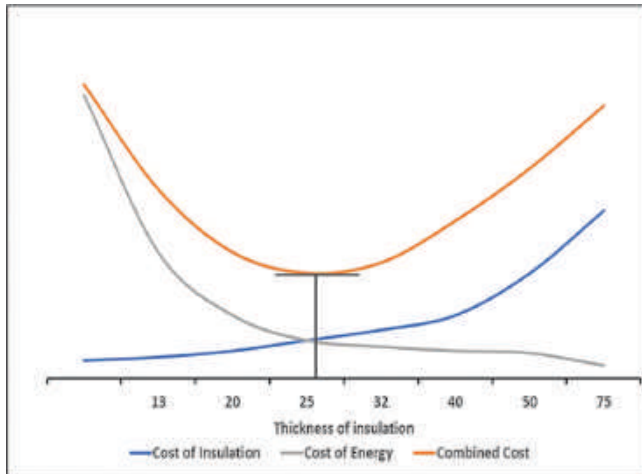

Figura 3.
(1) Método gráfico: después de recopilar todos los datos, incluida la inversión inicial, el costo de aislamiento, operación y mantenimiento, el costo de energía / combustible, se organizará un gráfico como se muestra en la figura 3.
El siguiente gráfico (figura 3) se ha realizado utilizando Aero-calc para determinar la pérdida/ganancia de calor basándose en el ejemplo anterior. Teniendo en cuenta el costo total del aislamiento y su instalación, para este caso particular el espesor económico está entre de 25mm (1")